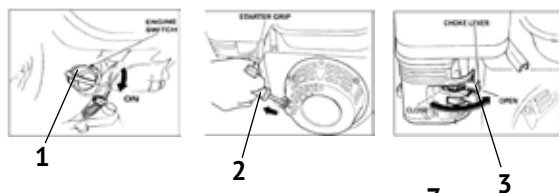

рис.6
4.1 Запуск двигателя см. рис.6 и 7:
- перевести топливный кран (рис.6 поз.1) в крайнее правое положение (ON – открыт);
- установить рычаг воздушной заслонки (рис.6 поз.2) в крайнее левое положение - „закрыто“ при пуске холодного двигателя, или в промежуточное положение при прогревом двигателя;
- передвиньте рычаг управления дроссельной заслонкой (рис.6 поз.3) из положения MIN на 1/3 хода к положению MAX;